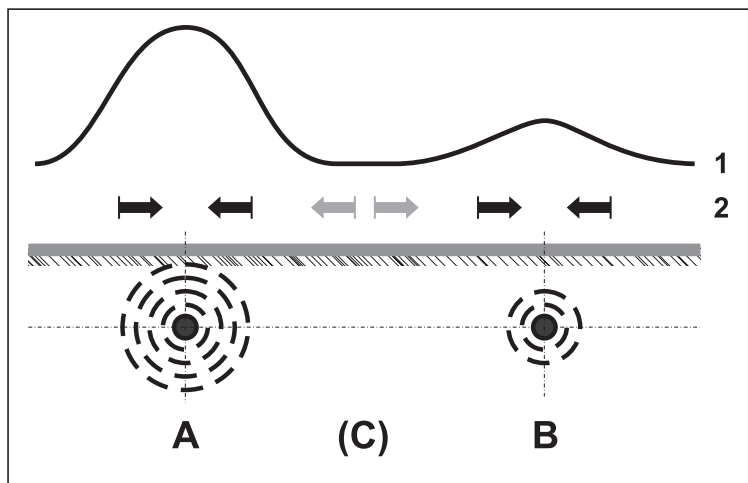

Fig. 29: Situação de localização no caso de linhas lado a lado
A fig. 29 mostra uma situação de localização, na qual existe um outra linha B rente à linha A a ser localizada. A linha A é alimentada galvanicamente. Com as duas linhas o caminho do sinal (1) mostra um máximo.